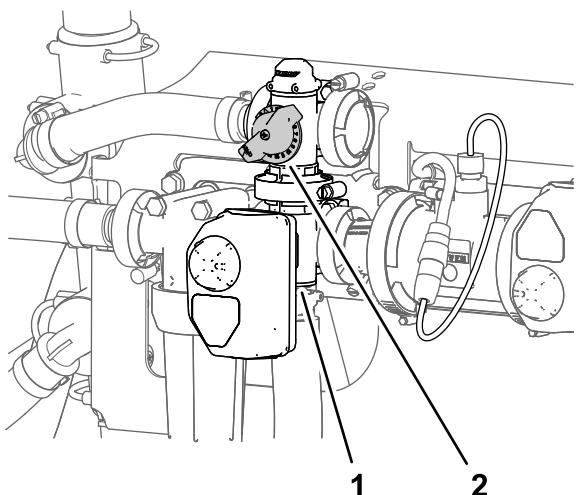

図 29
- 攪拌バルブの背面についている攪拌バイパスバルブ **図 29** を使って、水圧計の読みシステム水圧が  $6.89 \text{ bar} = 7 \text{ kg/cm}^2 = 100 \text{ psi}$  になるように調整する。